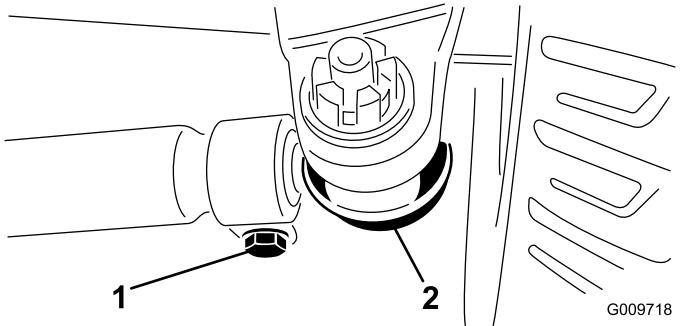

图 73
2. 要调节前束应从任一横拉杆球窝接头卸除开口销和螺母(图73)。
4. 拧松横拉杆两端的夹具(图73)。